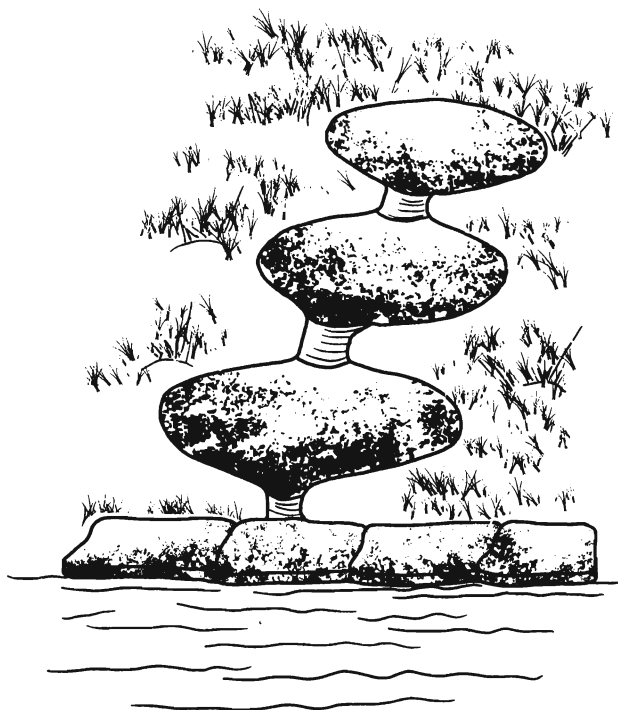

Рис. 72. Устройство углублений для каскада
*Этап III.* Затем последовательно создают еще несколько таких углублений, передвигаясь вверх. Они должны быть шире, чем готовые формы (рис. 72).